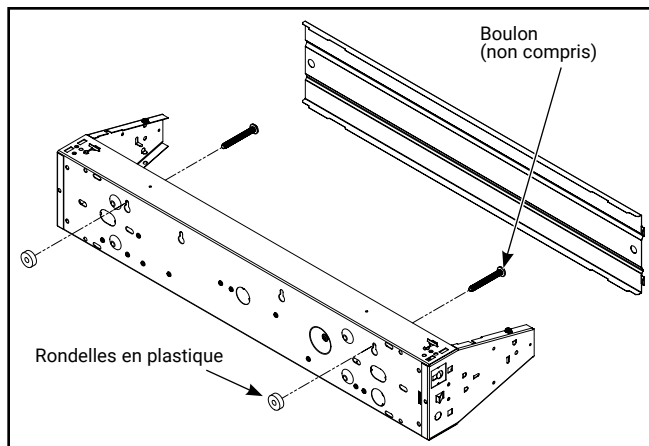

Figure 3. Montage au mur
1. Retirez le couvercle du canal en faisant tourner l'attache du canal de 1/4 de tour (Figure 3).